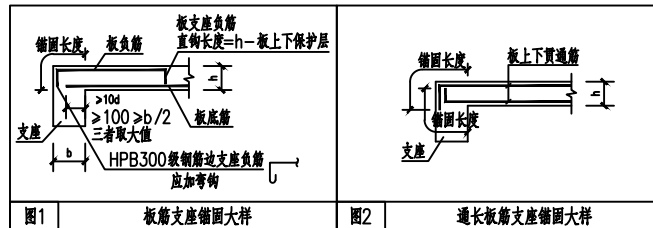

图1 板筋支座锚固大样 图2 通长板筋支座锚固大样
8.1 板下部钢筋伸入支座的锚固长度 $\geq 10d$ (或 ≥ 100 , $\geq 1/2$ 支座宽度, 三者取大值), 详图1所示。
8.2 板上部负筋应贯通中间支座, 在边支座处应伸至支座外边, 且锚固长度 $\geq l_a$ (抗震设计时为 l_{aE}), 相关构造详图1。